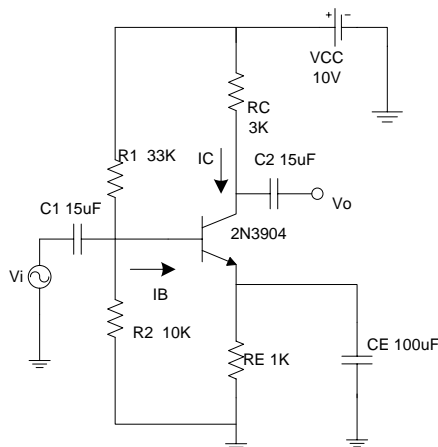

FIG 1.- AMPLIFICATEUR A EMETTEUR COMMUN
- 1.- Calculer le point d'operation DC du circuit de la Figure 1. Calculer V_B , V_E , V_C , I_E . Calculer les parametres suivants de l'amplificateur : r_e , Z_i , Z_o , A_v , A_i .